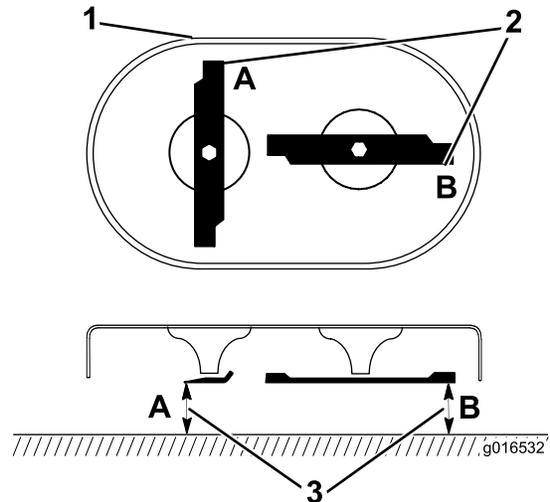

Figure 43
1. Tournez les lames à la position indiquée à la Figure 43.
3. Faites tourner les points de sorte que leurs extrémités opposées soient aux points A et B (Figure 43).